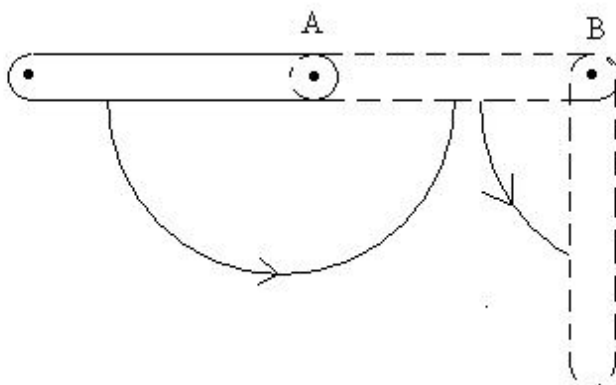

Рис. 1.
1. Имеется горизонтально расположенное звено (100см, 10см, 10см), закрепленное в точке А петлевым шарниром. Кроме того такой же шарнир имеется в точке В. Создать такую модель движения звена, что бы звено повернувшись вокруг точки на  $180^{\circ}$  продолжило вращаться вокруг точки В, а затем вернулось в исходную позицию (рис.1).